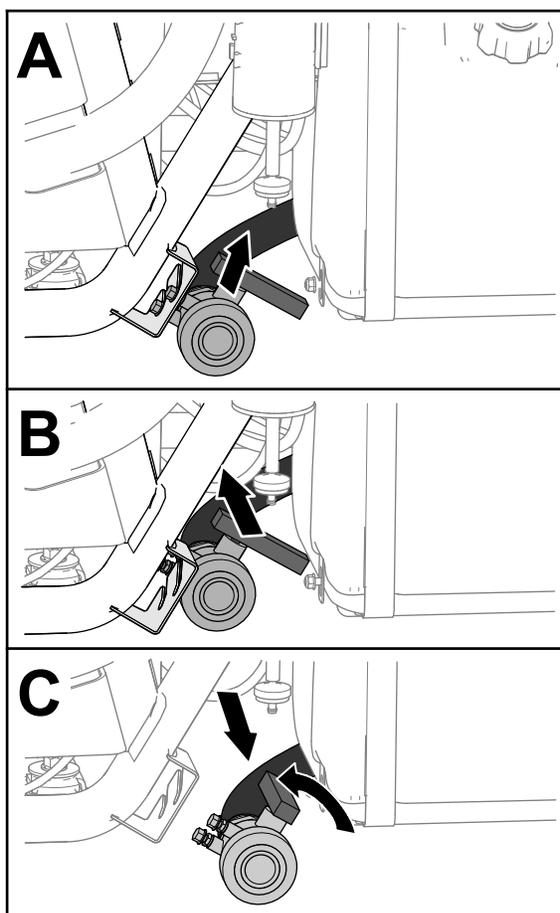

Рисунок 27
2. Найдите сливной клапан бака с левой стороны машины впереди топливного бака (Рисунок 27).
3. Поднимите клапан, чтобы переместить его по направлению внутрь машины и чтобы его монтажные штыри вышли из пазов кронштейна сливного клапана, затем переместите клапан назад (Рисунок 27).
4. Направьте конец клапана в сливную емкость и поверните ручку клапана против часовой стрелки в открытое положение (Рисунок 27).
5. Когда бак будет полностью опорожнен, поверните ручку сливного клапана в закрытое положение и установите клапан на кронштейн сливного клапана (Рисунок 27).